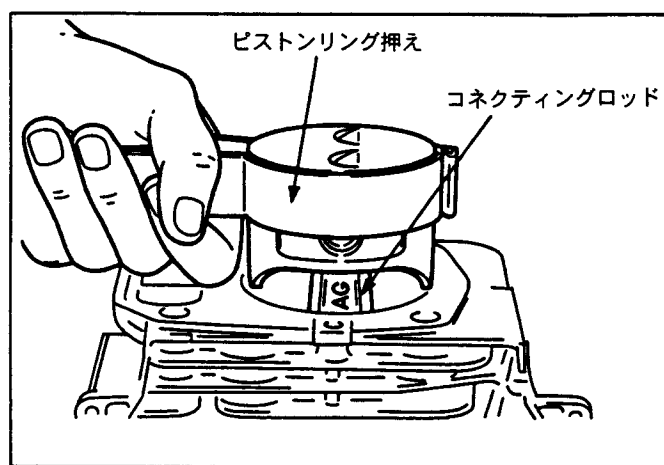

Fig 5-4-4
- (c) ピストンとシリンダーの組付けは、Fig 5-4-4のようにピストンリング押えでおさえ（リング押えがない場合はピストンリングを指先又はマイナスドライバー中等で押えながら木片等で軽くピストン上部をたたき押し込みます）コネクティングロッドのMAGマークをフライホイールマグネット側にして組付けます。